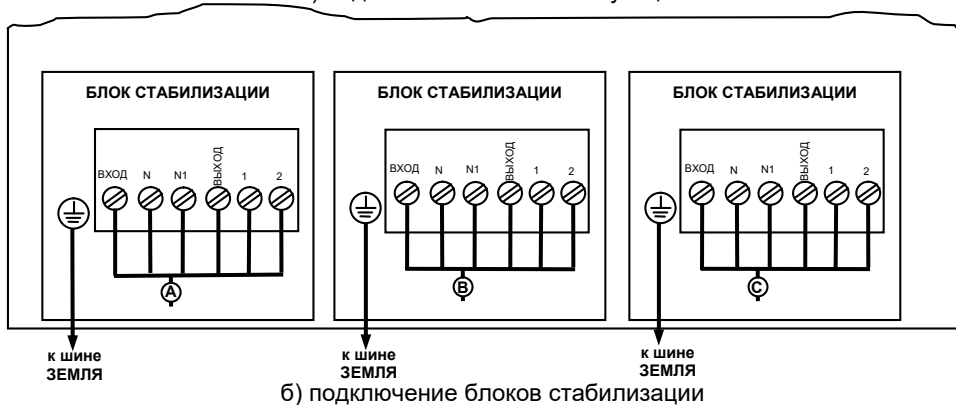

Рисунок 6.1 Схема подключения стабилизатора R13500-3С К (R15000-3С К, R18000-3С К, R22500-3С К, R24000-3С К, R30000-3С К, R36000-3С К)
6.4.3 Подключите нагрузку, соединив выводы соответствующего кабеля с выводами «АВСN1 ВЫХОД» блока коммутации (см. рисунок 6.1 а);
6.4.4 Подключить блок коммутации к сети, соединив выводы соответствующего кабеля с выводами «АВСN ВХОД» (см. рисунок 6.1 а).
6.4.5 Подключите выводы кабелей на задней стенке стойки к одноименным контактам выводов ВХОД, N, N1, ВЫХОД, 1, 2 и контакту ⊕ блока коммутации (см. рисунок 6.1 а).
6.4.6 Подключите блоки стабилизации, (предварительно сняв крышки, закрывающие выводы ВХОД, N, N1, ВЫХОД, «1», «2») соединив выводы кабеля, выходящего со стороны лицевой панели стойки, с выводами ВХОД, N, N1, ВЫХОД, «1», «2» и контактом ⊕ соответствующего блока стабилизации (см. рисунок 6.1 б);